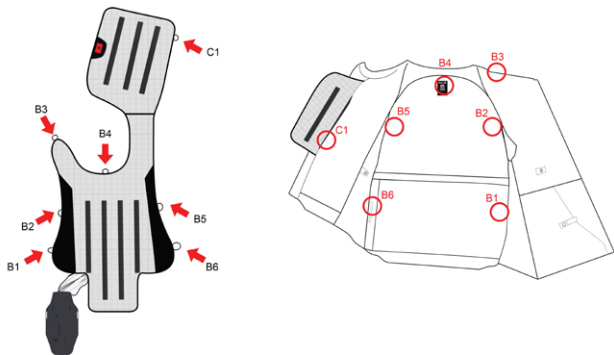

Figure 14
4. Détachez l'Airbag de la veste en ouvrant tous les clips de connexion. Les clips sont comme le montre la figure 14.